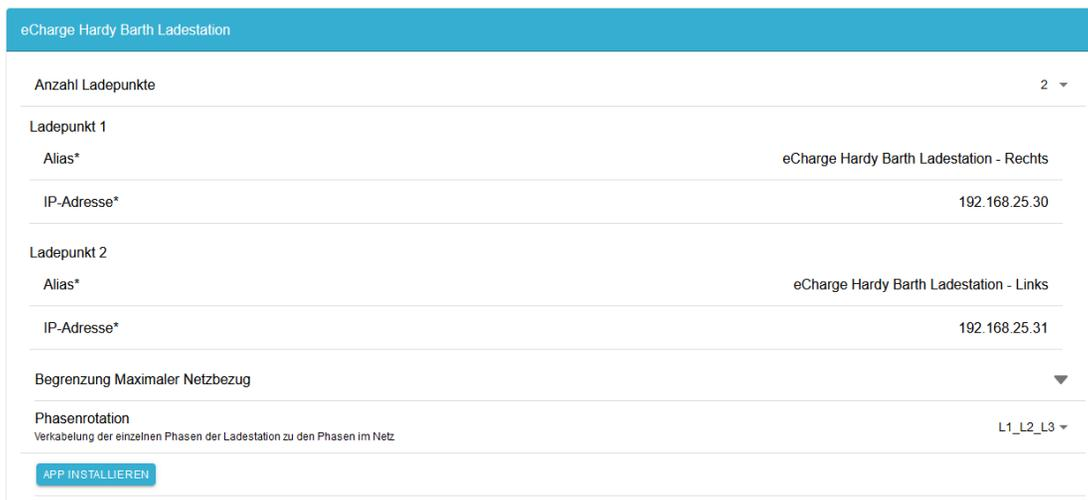

Abbildung 20. App-Installation — Variante 2: Schritt 9
- Abbildung 20. App-Installation — Variante 2: Schritt 9